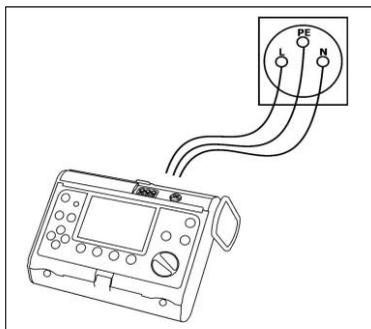

Fig. 6. Conexión del medidor
- conectar el medidor con los cables a la toma de corriente del tablero según la Fig. 6,